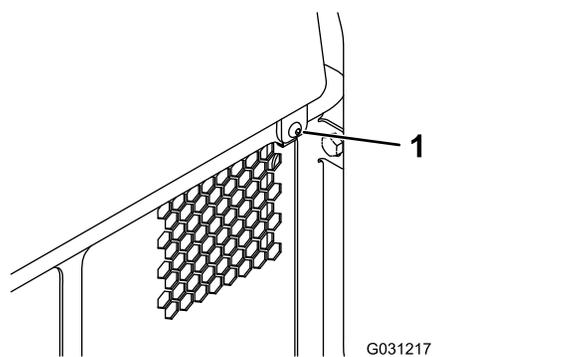

Figura 36
1. Togliete il dispositivo di fissaggio (Figura 36).
2. Sollevate il portello di accesso posteriore per accedere ai componenti interni (Figura 36).